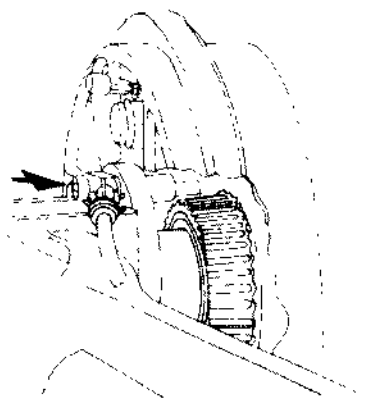

图 7.49 拆下后轮速度传感器传感头固定螺栓
② 拆下固定传感头的内六角螺栓, 如图 7.49 箭头所示, 拆下传感头。